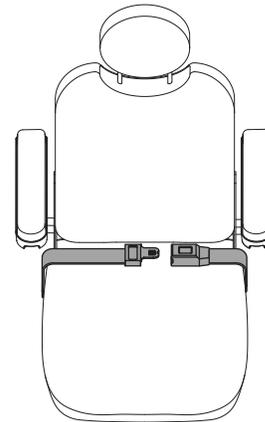

Figure 8. Ceinture de positionnement
Votre fauteuil motorisé peut être équipé d'une ceinture de positionnement réglable pour un meilleur confort. Voir la figure 8. La ceinture de positionnement, réglable, a été conçue pour soutenir et empêcher tout glissement vers le bas ou vers l'avant une fois assis. La ceinture de positionnement n'a pas été conçue pour être utilisée comme ceinture de sécurité.
1. Prenez place sur le siège, insérez la patte métallique d'un côté dans le boîtier de la boucle du côté opposé jusqu'à ce que le «clic» se fasse entendre. **Voir la figure 8.**